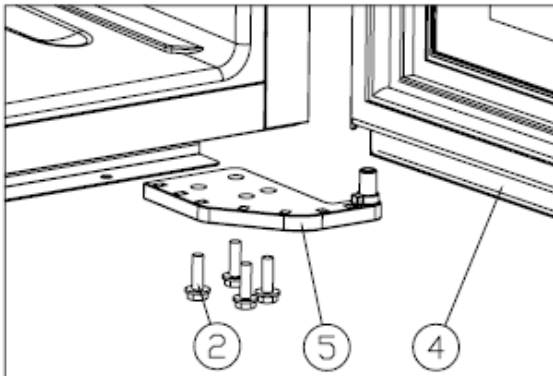

Figure 2
- ✧ Dévissez les vis M5\*16, démontez la charnière supérieure droite ⑤. [Figure 2]